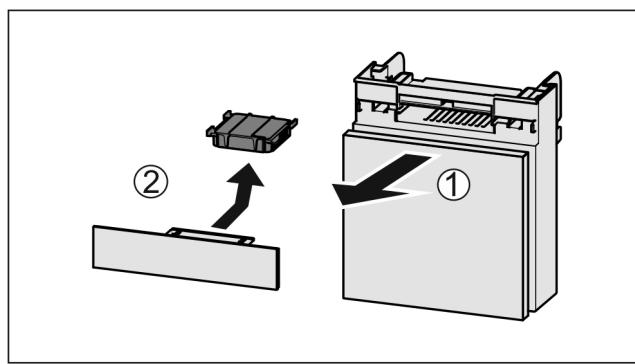

Fig. 80
- Vytiahnite zásuvku smerom dopredu Fig. 80 (1).
- Vyberte aktívny uhlíkový filter Fig. 80 (2).